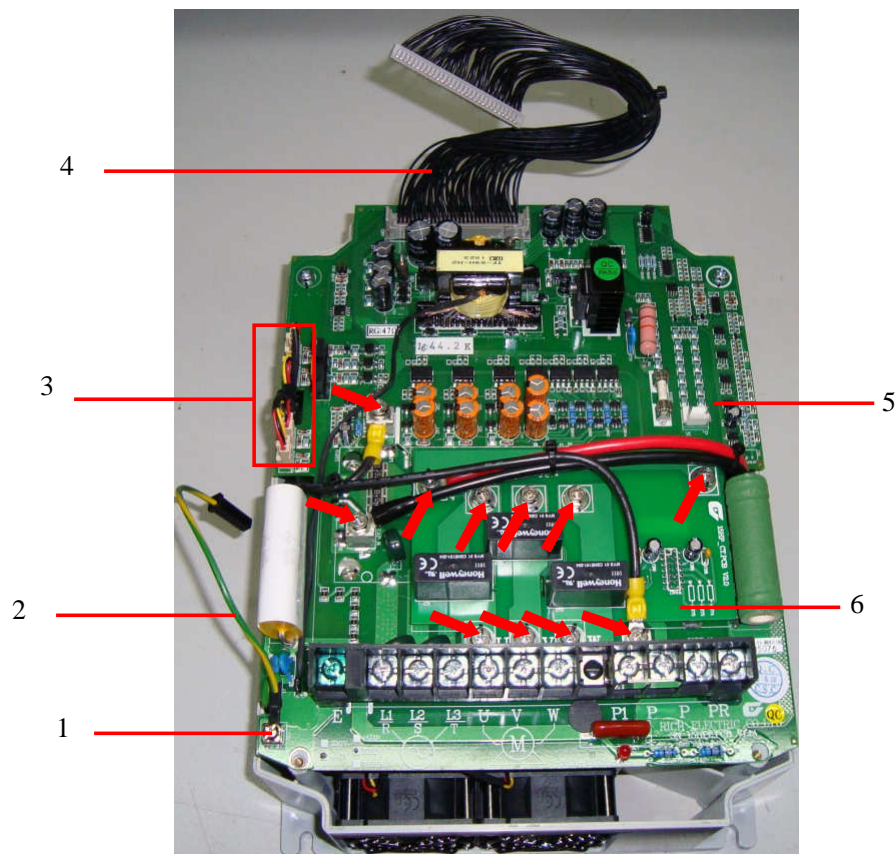

Рис. 6.8
6.6.1. Выкрутить винт крепления проводов заземления 1 и 2 (рис. 6.8). Положить винт и провод заземления 1 в тару.
6.6.2. Отсоединить от платы драйверов разъемы кабелей вентиляторов и шлейфа ЦП (рис. 6.8).
6.6.3. Выкрутить одиннадцать винтов (рис. 6.8, красные стрелки), демонтировать плату токовых датчиков. Положить плату и винты в тару.
6.10.2. Отсоединить разъемы кабелей вентиляторов от платы драйверов (рис. 6.8).
7.4.9. Установить плату датчиков тока (рис. 6.8).